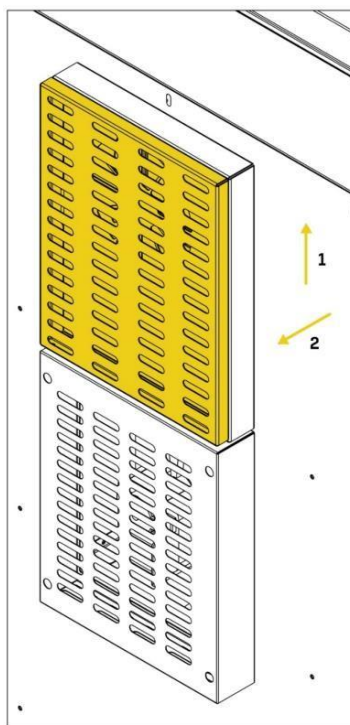

Рис. 78 Замена воздушного фильтра
2. Снять корпус фильтра, потянув его вверх (рис. 78, шаг 1) и на себя (рис. 78, шаг 2).